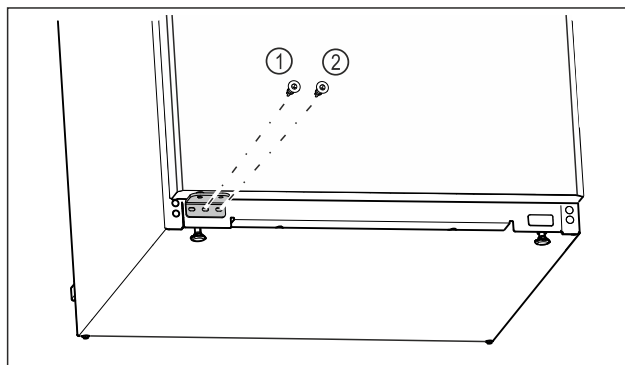

Fig. 24
- ▶ Csavarozza a helyére a csapágybak középső csavarját Fig. 24 (1) Torx 20 csavarhúzóval.
- ▶ Csavarozza a helyére a csapágybak belső csavarját Fig. 24 (2) Torx 20 csavarhúzóval.